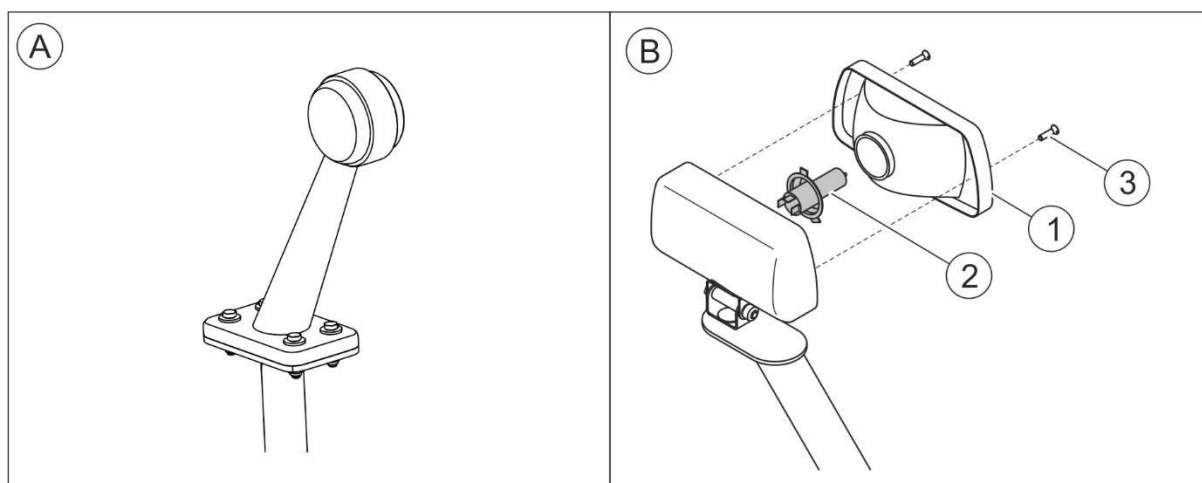

РИСУНОК 5.8 Замена лампочек дополнительной световой сигнализации (опция)
В качестве источника света в габаритных фонарях (А) (РИСУНОК 5.8) используются световые диоды (LED). В связи с этим фонари работают совершенно без обслуживания, поскольку не требуют замены лампочек.
В качестве источника света в дополнительной световой сигнализации (опция) (В) (РИСУНОК 5.8) используются галогеновые лампочки. Для доступа к лампочкам (2) в дополнительной световой сигнализации (В) необходимо отвинтить винты (3) и снять колпак (1). Перечень элементов световой сигнализации представлен в ТАБЛИЦЕ 5.5.